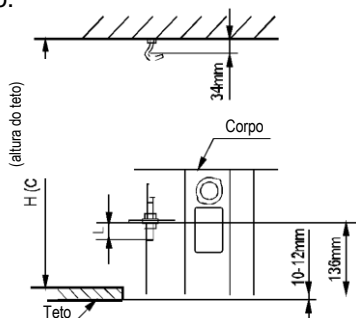

Figura 6
- Ajuste a posição para garantir que as lacunas entre o corpo e os quatro lados do teto estejam iguais. A parte inferior do corpo deve afundar no teto de 10 ~ 12 mm (Consulte a figura 6).